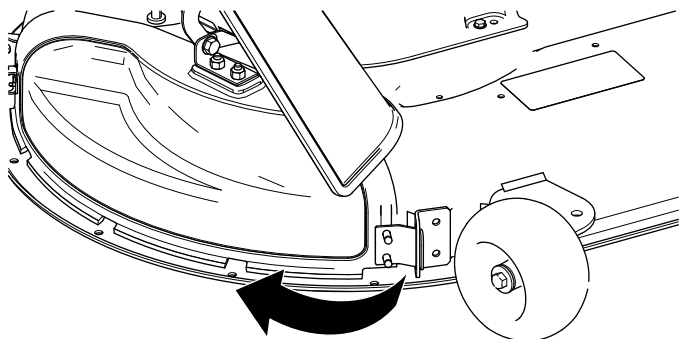

図 15
4. 排出口カバーをデッキの方へ回転させてデッキの排出口を覆うようにする **図 15**。